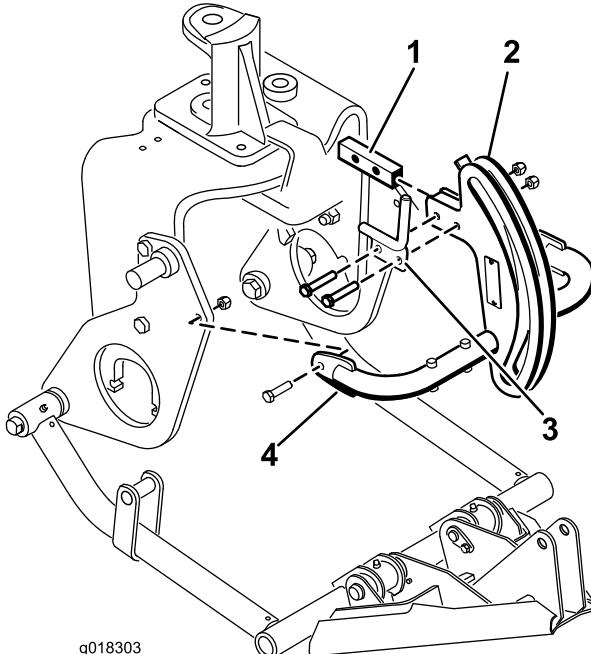

Figura 9
6. Monte a parte de cima do engate e guia de tubos ao suporte de engate do chassis com 2 parafusos ($3/8 \times 2$ polegadas) e porcas (Figura 9).
7. Monte os tubos do engate às placas do arado com parafusos ($3/8 \times 1\text{-}1/2$ polegadas) e porcas (Figura 9). Aperte as fixações.